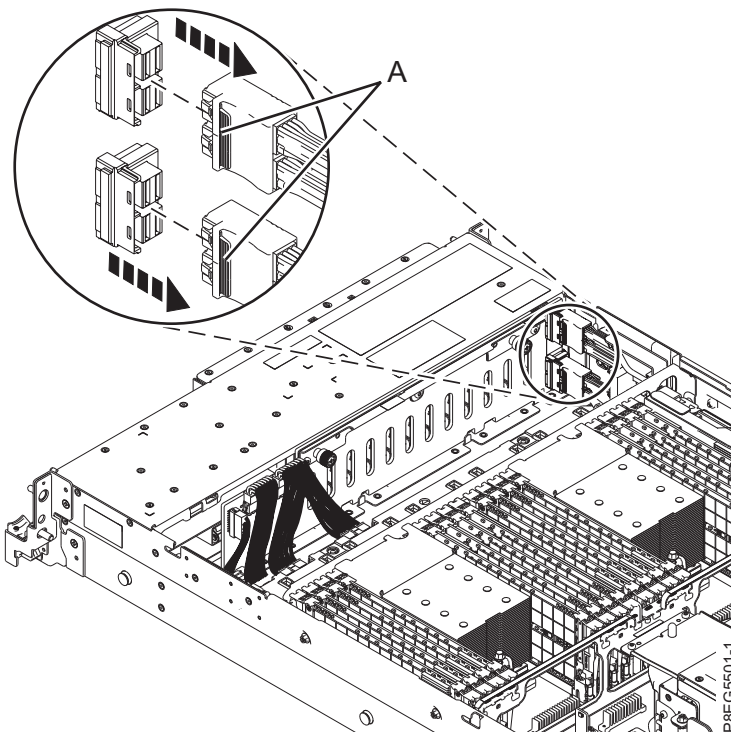

Figura 10. Remover os cabos SAS frontais do painel posterior da unidade de disco
3. Identifique os cabos SAS frontais que estão ligados ao adaptador interno SAS RAID que pretende remover. Prima o trinco (A) e desligue o conector do cabo do painel posterior da unidade de disco, como demonstrado em Figura 10. Deixe o outro terminal dos cabos ligados ao conector P1 ou P2 no adaptador interno SAS RAID até ser informado para os desligar.